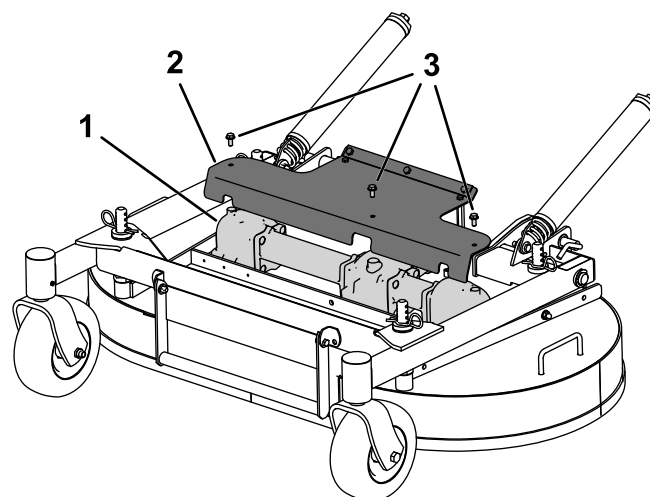

Figura 36
3. Rimuovete la protezione per accedere alla scatola degli ingranaggi (Figura 36)